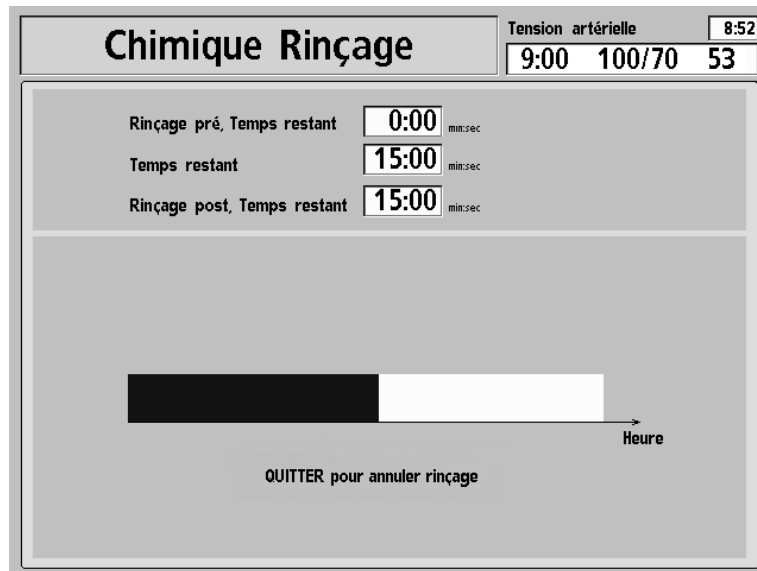

Figure 65 – Écran de désinfection chimique/rinçage
4. L'écran « Chimique/rinçage » s'ouvre (reportez-vous à la Figure 65). La progression du cycle de désinfection est indiquée dans la barre horizontale. Le cycle commence par un rinçage de 45 secondes. Le message « Rinçage tubulures : attente » est affiché sur la barre d'état.